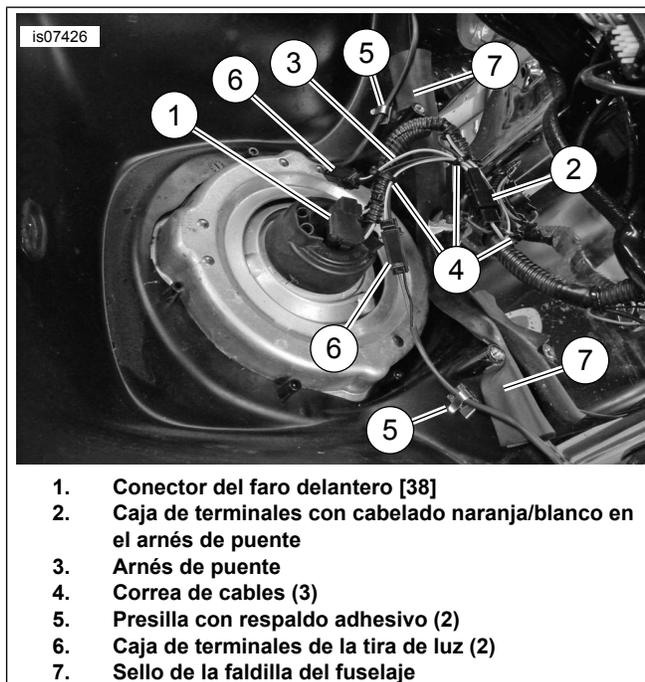

Figura 2. Ubicaciones de la presilla de cableado y la correa de cables de la luz del borde del fuselaje
1. Vea Figura 2. Obtenga el arnés de puente (3), las correas de cables (4) y las presillas con respaldo adhesivo (5) del kit.